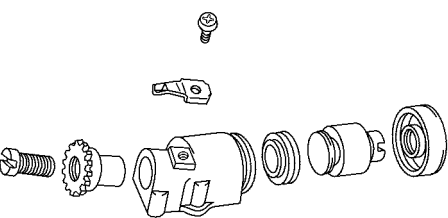
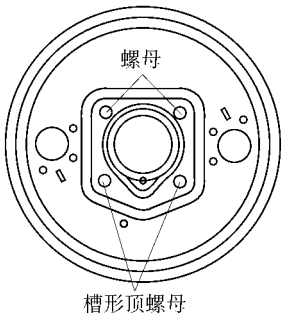

图 15-58 从车轮制动分泵上拆下各零件
图 15-59 拆下后挡板
2) 从车轮制动分泵上拆下下列零件，如图 15-58 所示。
- ①保护套。
- ②活塞。
- ③活塞帽。
- ④调整锁簧。
- ⑤调整螺栓和螺母。
(6) 如有必要，拆下后挡板。拆下前桥壳，从后挡板上拆下制动器管的卡夹，并拆下后挡板，如图 15-59 所示。